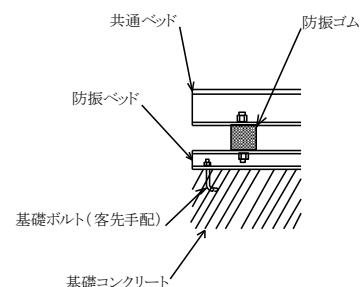
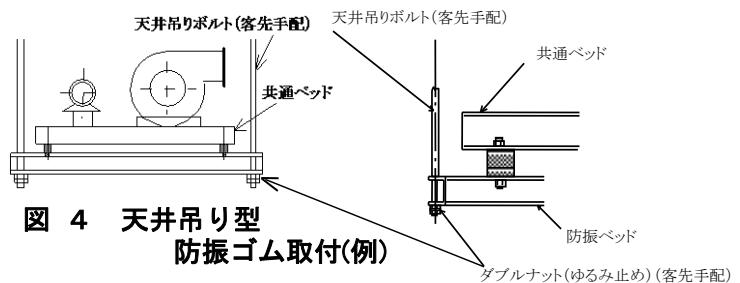

図3 床置型防振材取付部詳細図（例）
図4 天井吊り型防振ゴム取付(例)
- ② 防振ベッドの下にはモルタルを流し、基礎と密着するように施工してください。（図3）
(2) 天井吊型
- ① 天井にあらかじめ埋め込まれた吊りボルトにより、ファンのベッドを水平に、4本の吊りボルト全部に荷重がかかるように取付けてください。
- ② 吊りボルトは十分な強度のもの（ボルト自身および埋め込み状態とも）をご用意ください。
- ③ 据付け後、吊りボルトのナットはダブルナットとし、ゆるみ止めを必ず行ってください。（図4）
(3) ストップボルト付の場合（特殊仕様）